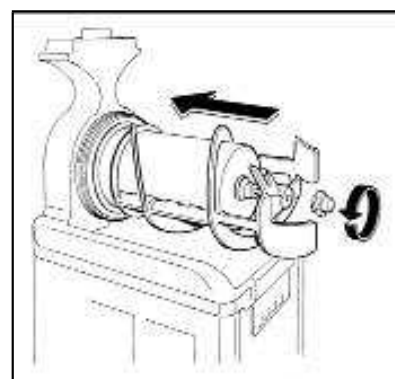

Abb. 36
- Schrauben Sie die Befestigungsmutter entgegen des Uhrzeigersinns ein, um die Komponenten in Position zu sichern (Abb. 36).